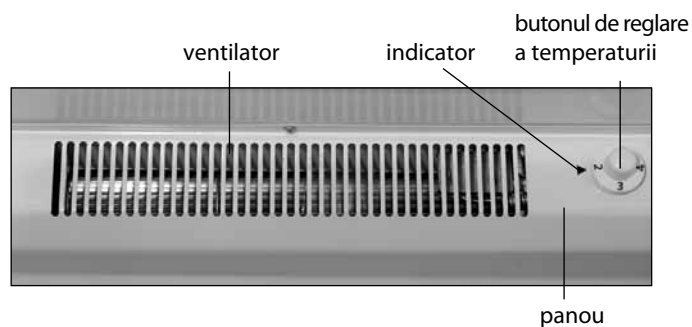

Figura 3
2.1.2 Deschideți ușa frigiderului. La prima conectare se recomandă să fixați sub indicator diviziunea „2” a butonului de reglare a temperaturii (în continuare - buton), în conformitate cu figura 3. Închideți ușa.
care se află în interiorul frigiderului pe panoul care acoperă ventilatorul, în conformitate cu figura 3.